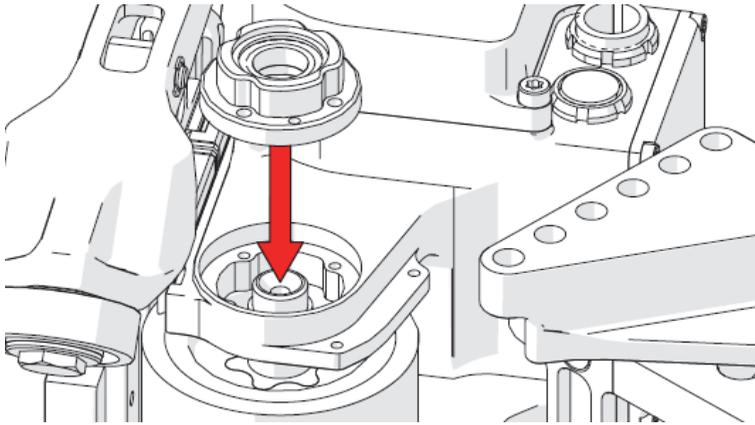

图2-16 插入轴承座
18. 将轴承座翻转过来，然后将其插入轴臂的孔中（参见第94页的图2-16）。